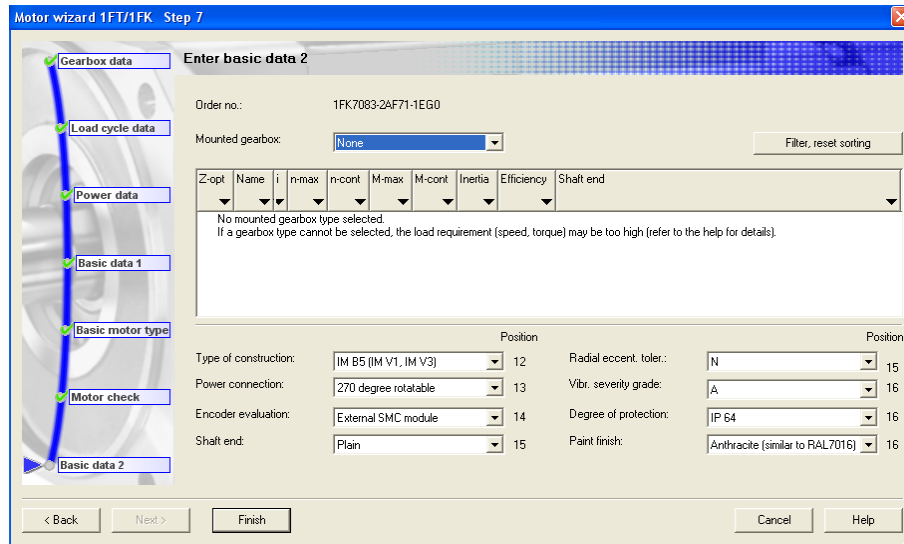

Figura 3.2.51 “Enter basic data 2”
Paso 7 *Enter basic data 2* (figura 3.2.51): este es el último paso para la configuración del motor, en el se configuran las últimas características, como son, el tipo de construcción (*Type of construction*), para el cual se ha elegido IM B5(IM V1, IM V3). El tipo conexión a la red (*Power connection*), eligiéndose una conexión rotatable 270°. La situación del encoder (*Encoder evaluation*), en este caso integrada. El tipo de extremo del eje (*Shaft end*), al igual que el eje X, la elección será plano (Plain). En el caso de la tolerancia de excentricidad radial (*Radial eccentricity tolerance*) y el grado de intensidad de la vibración (*Vibration severity grade*), el tipo de motor seleccionado solo permite la selección de tolerancia N en el primer caso y grado A en el segundo. El grado de protección (*Degree of protection*) seleccionado es IP64 y el acabado final (*Paint finish*) no es necesario, esto es debido a las condiciones de trabajo de la fresadora.